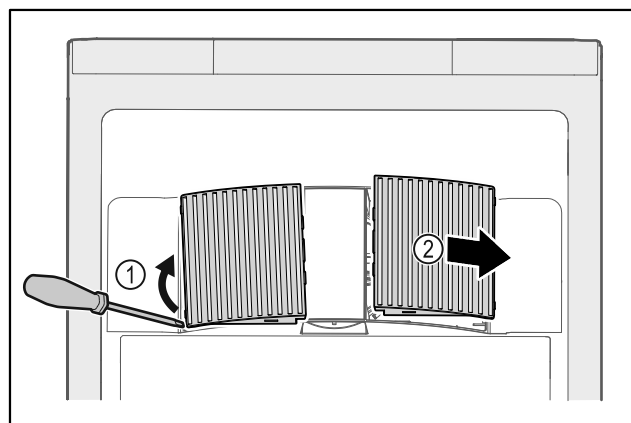

Fig. 144
- ▶ Z boku opatrně vytáhněte ventilátorové kryty Fig. 144 (1) a sejměte je směrem dopředu Fig. 144 (2).